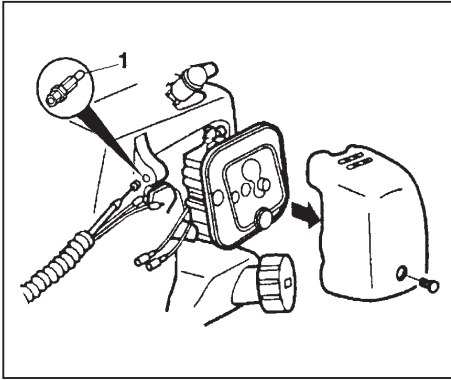

Fig. 1-4
Remove air cleaner cover. (Fig. 1-4)
Set outer-receiver (1) (if so provided) into wire guide and put throttle wire through the outer-receiver. (Fig. 1-4)
Rimuovete il coperchio del filtro dell'aria. (Fig. 1-4)
Far passare l'estremità del ricevitore (1), (se presente), nel guida-filo e mettere il filo dell'acceleratore attraverso il ricevitore esterno. (Fig. 1-4)
Desmontar la tapa del purificador de aire. (Fig. 1-4)
Colóquese el receptor externo (1), (si lo hay), en la guía de alambre e insértese el alambre estrangulador a través del receptor externo. (Fig. 1-4)
Retirer le couvercle du filtre à air. (Fig. 1-4)
Positionner le guide extérieur (1), (s'il y a lieu), sur le guide-fil et mettre le câble de commande des gaz à travers le guide extérieur. (Fig. 1-4)
Den Luftfilterdeckel abnehmen. (Fig. 1-4)
Richten Sie das Aussenempfangsgerät (1), (wenn es gibt), zum Drahtführer zu und führen Sie den Drosseldraht durch das Aussenempfangsgerät aus. (Fig. 1-4)
Tag bort kåpan från luftrenaren. (Fig. 1-4)
Sätt på den yttre behållaren (1) (om den medförlig) på vajerledaren och för in vid använd gasregleringskabeln genom den yttre behållaren. (Fig. 1-4)